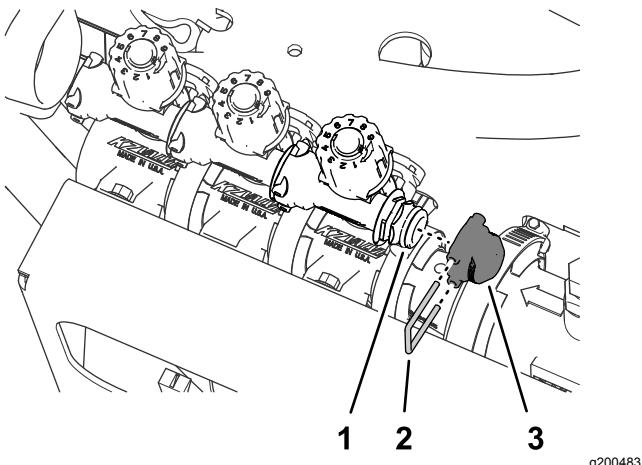

Figura 63
3. Rimuovete il fermo che fissa il tappo al raccordo a disinnesto rapido della valvola di bypass (Figura 63).